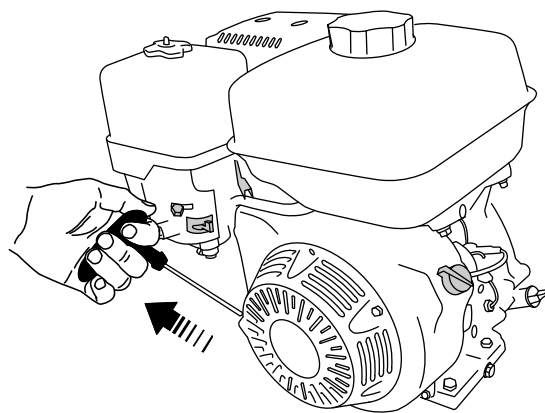

Figura 17
5. Tire suavemente del arrancador de retroceso hasta que note resistencia, luego tire con fuerza (Figura 17).